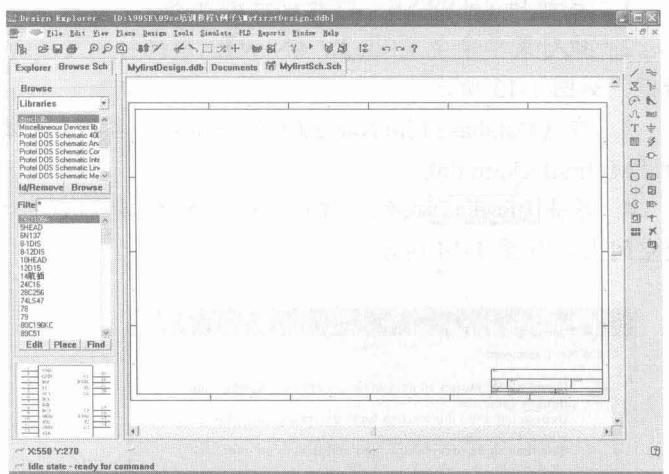

图 1-17 新建的原理图设计文件
- 在新建文件对话框中，单击 **【Schematic Document】**（原理图文件）图标，然后单击 **OK** 按钮，新建一个原理图设计文件，结果如图 1-17 所示。